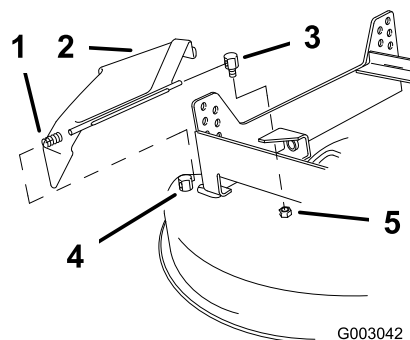

Figura 53
1. Retire la contratuerca que sujeta el pivote trasero del deflector al cortacésped y retire el pivote trasero (Figura 53).
2. Retire el conjunto del deflector del pivote delantero (fijo) y retire el conjunto del deflector del cortacésped (Figura 53).
5. Instale el pivote de deflector trasero en el cortacésped y apriete la contratuerca (Figura 53). El muelle debe